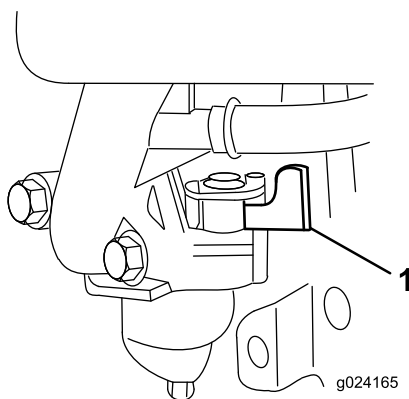

Figure 14
2. Ouvrez le robinet d'arrivée de carburant en tournant le levier vers la **droite** (Figure 14).
**Remarque:** Fermez le robinet d'arrivée de carburant en tournant le levier (Figure 14) vers la **gauche** si vous ne prévoyez pas de démarrer le moteur tout de suite après.